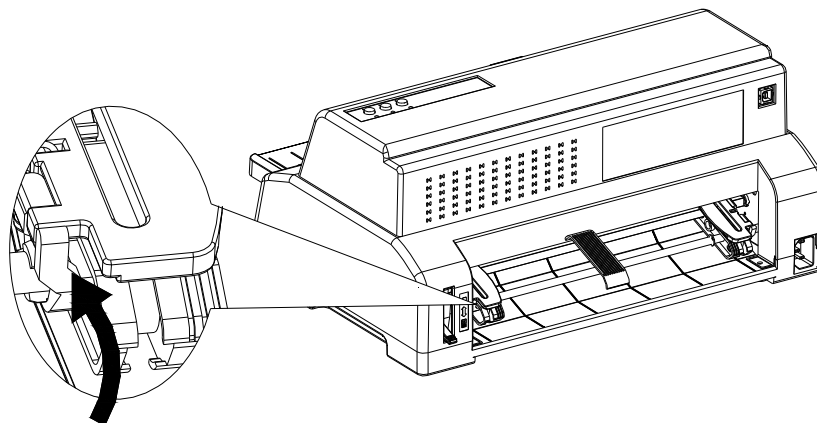

图 3-9 调整拖纸器链轮
4. 将右拖纸器链轮移至右边适当位置。按下右链轮旋鈕以锁定右拖纸器链轮。将左拖纸器链轮移至适当位置，但不要锁定。如图 3-9 所示。